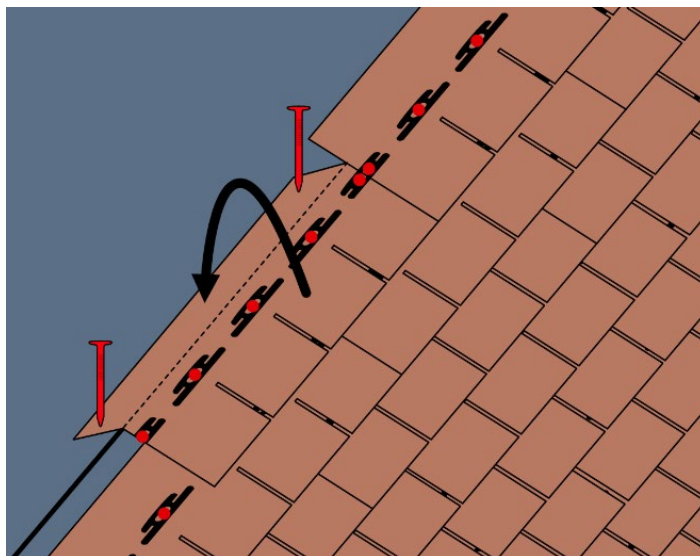

Fig. 9 - Posa delle tegole al colmo
- L'ultima fila di tegole bituminose dovrà sporgere oltre la linea di colmo; la parte eccedente verrà ripiegata oltre la linea di colmo e dovrà essere fissata con due chiodi alla seconda falda - Fig. 9.